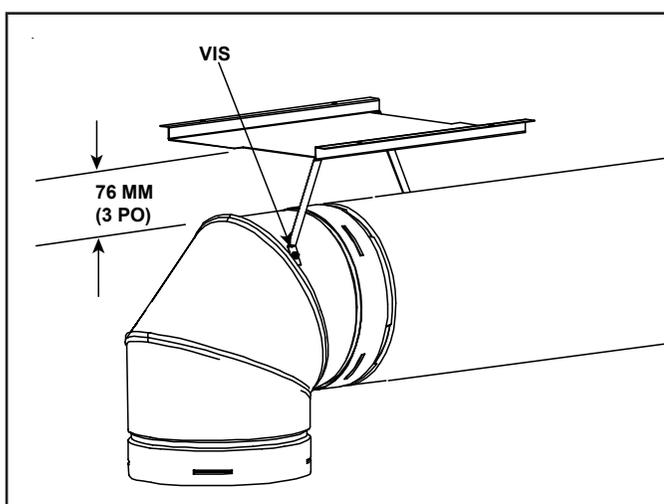

Figure 6.4 Écran thermique coudé installé
- Si les matériaux inflammables ne sont pas en place au moment de l'installation, l'écran thermique coudé peut être vissé au tuyau d'évacuation. Voir la figure 6.4. Coupez les languettes comme il est indiqué et pliez vers le bas. Fixez l'écran thermique au tuyau en maintenant 76 à 102 mm (3 à 4 po) entre le tuyau et l'écran.
- On peut installer des coudes de 90° et les tourner dans n'importe quelle direction autour de l'axe vertical du composant précédent. Si le coude ne peut pas être verrouillé au composant précédant, l'attacher avec au minimum deux (2) vis autotaraudeuses.